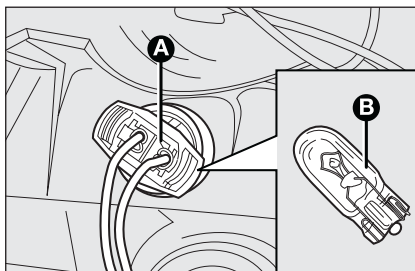

fig. 25
- ☐ saque el grupo portalámparas **A**-fig. 25 montado a presión, quite la lámpara **B** y sustitúyala;